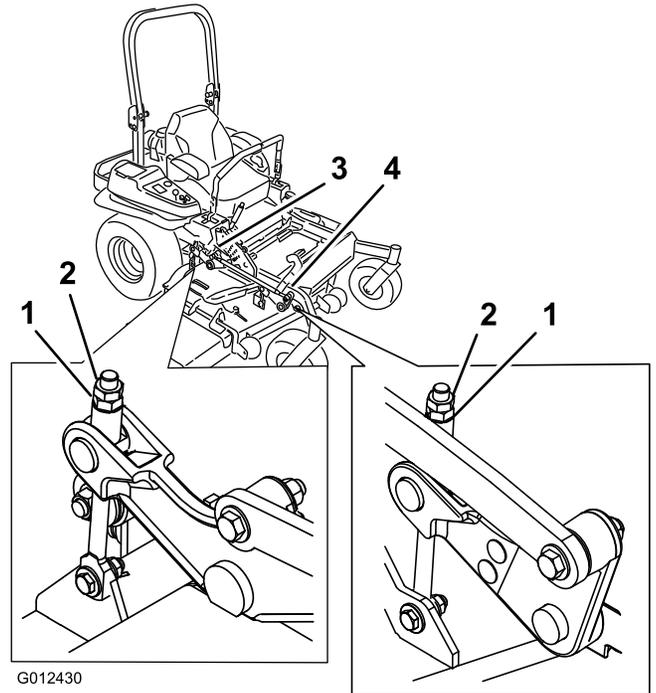

**Figura 90**
- 9. Su ambo i lati del piatto di taglio, misurate dalla superficie piana all'estremità anteriore della lama (posizione A). La misura deve essere di 7,6 cm (Figura 90).
15. Su ambo i lati del piatto di taglio, misurate dalla superficie piana all'estremità posteriore della lama (posizione B). La misura deve essere di 8,3 cm (Figura 90).